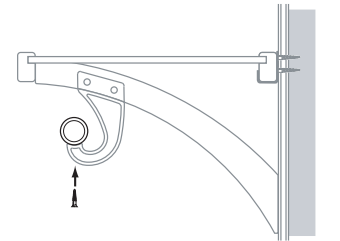

FIG. 7.1
6. Attacher la barre de penderie aux crochets en J avec des vis autopercusées n° 6 de 1 1/4pouces. (Fig. 7.1)